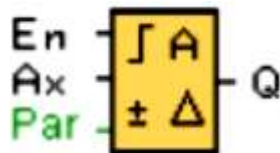

Рис. 5.44. Блок функции контроля аналоговых значений
Специальная функция контроля аналоговых значений (рис. 5.44) сохраняет текущее значение аналогового сигнала на входе в памяти и устанавливает выход, если отклонение выходной переменной от сохраненного значения превышает заданную величину.
**Параметры** «Пороговое значение 1» и «Пороговое значение 2». Значение двух пороговых параметров 1 и 2 (табл. 5.20) может быть получено как фактическое значение другой ранее запрограммированной функции. Выбирается требуемая функция по номеру блока. Пороговые значения показаны символом  $\Delta$  на модуле LOGO! Basic и на приведенной временной диаграмме на рис. 5.44.